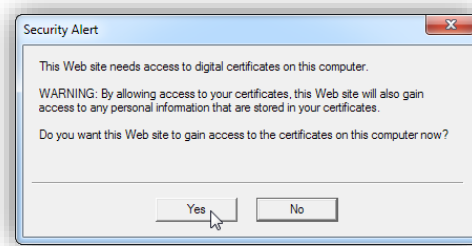

Рисунок 77 – Подтвердите разрешение
1) При появлении диалогового окна «Security Alert» необходимо подтвердить разрешение на доступ сайта к хранилищу сертификатов, нажав кнопку «Yes» (рис. 77).